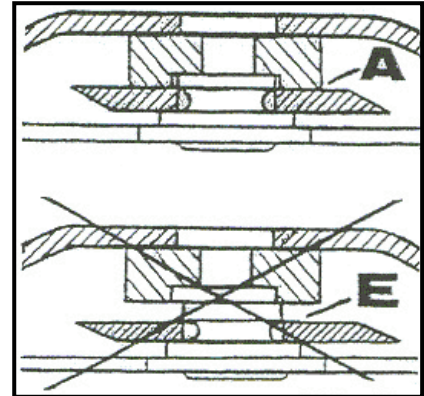

Abb.17
Ausführung: Messerschnellwechsel (Abb.17)
**Achtung!** Beschädigte, verschlissene oder verbogene Messerklingen sind wegen erhöhter Unfallgefahr, auszuwechseln. Es müssen grundsätzlich alle Messerklingen eingesetzt sein (sonst Unwucht). Vor jedem Mähbeginn darauf achten, dass alle Messerklingen nach außen zeigen. Beim Einsetzen und Wechseln der Messerklingen unbedingt darauf achten, dass der Zapfen der Messerhalter in die Bohrung unterhalb der Messerplatte eingerastet ist (Abb.17). Das gleiche gilt beim Wechseln der Messerhalter